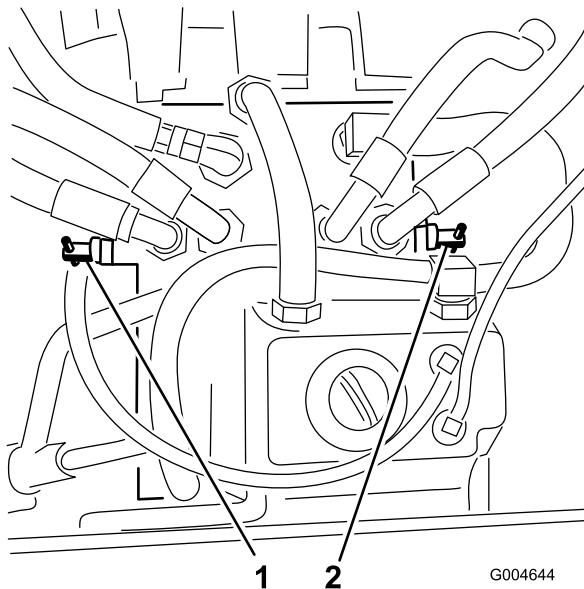

Figura 28
- Girate ogni valvola di bypass di un giro in senso antiorario (Figura 28).
Girate ogni valvola di bypass di un giro in senso orario e serratela a mano (Figura 28).